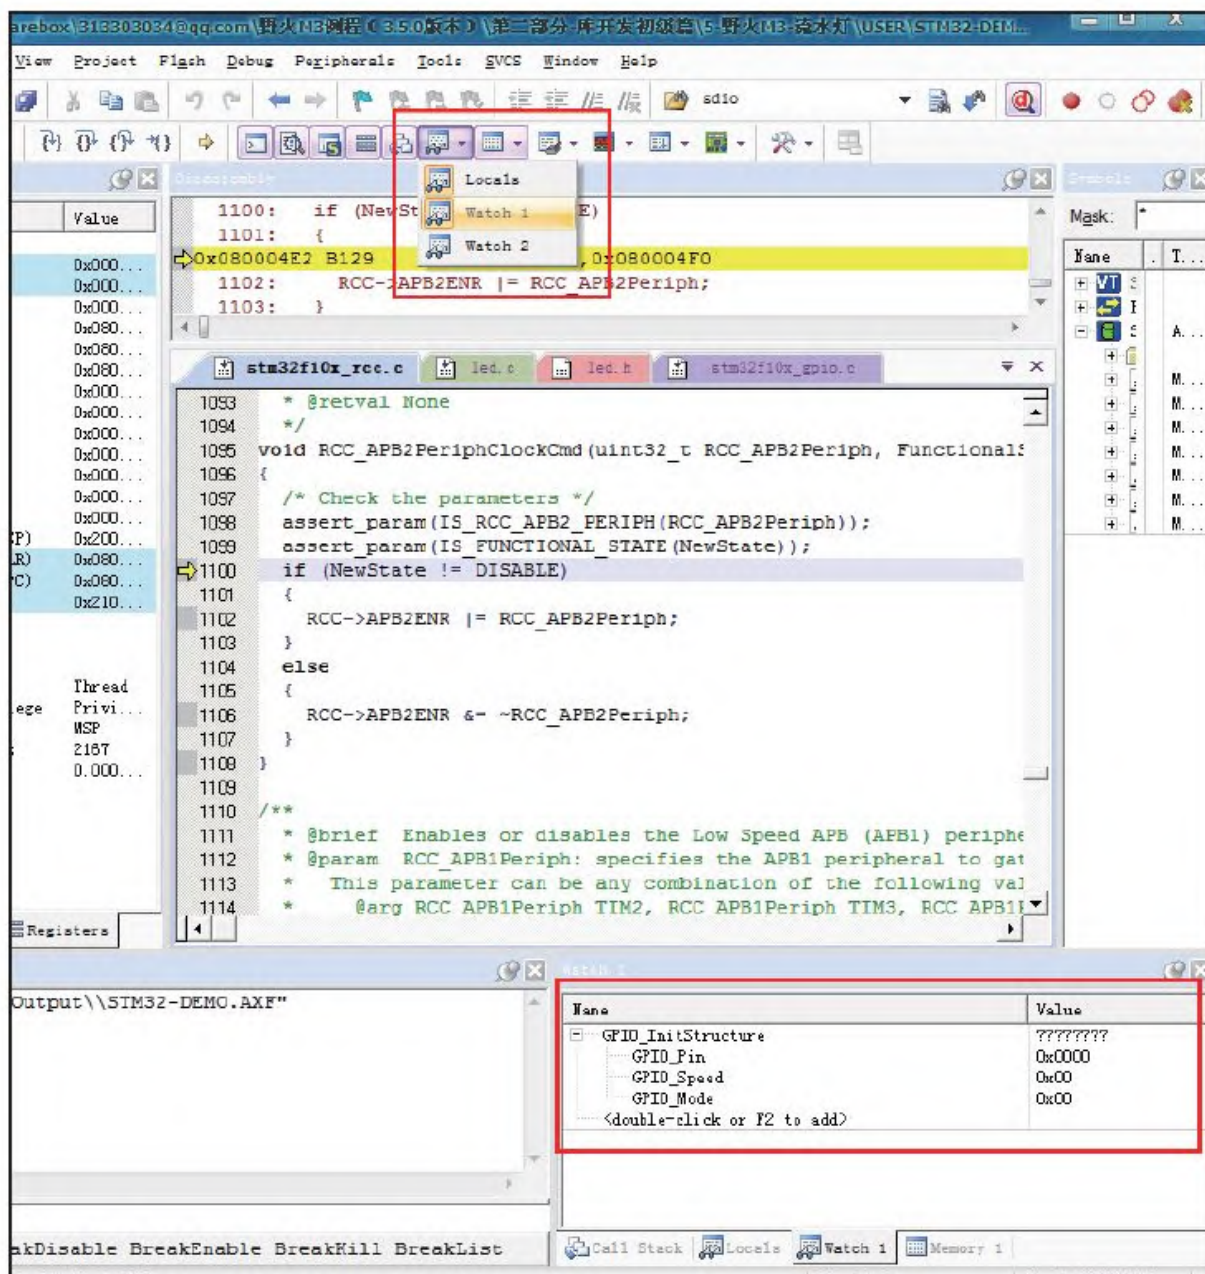

图 5-5 查看变量值
6) 点击watch1工具，弹出watch1窗口，输入变量名可查看代码中的变量值，见图5-5。